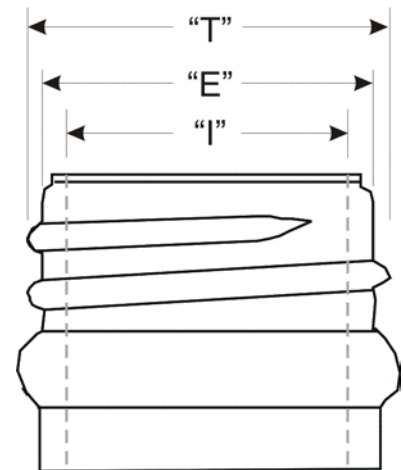

Figura 3: Dimensiones de
- Para la inspección del tapón, la adquisición de imágenes se realiza con luz difusa direccional en el eje y una cámara de alta resolución con óptica telecéntrica montada sobre el envase giratorio. La inspección visual del tapón FleX T es capaz de inspeccionar "I" mín. y máx. solamente (ver Figura 3). No es capaz de realizar la medición del tapón en dos pasos que se requiere a menudo para las botellas de descorche. La medición del tapón en dos pasos solo se puede realizar con la opción de medición de tapón/anillo mecánico.
- Para la inspección del anillo, la adquisición de imágenes se realiza con luz trasera difusa (la misma fuente de luz que se usa para la inspección del ángulo de inclinación) y una cámara de alta resolución para medir las dimensiones "E" y "T" (consulte la Figura 3) del acabado del recipiente mientras gira en la estación.